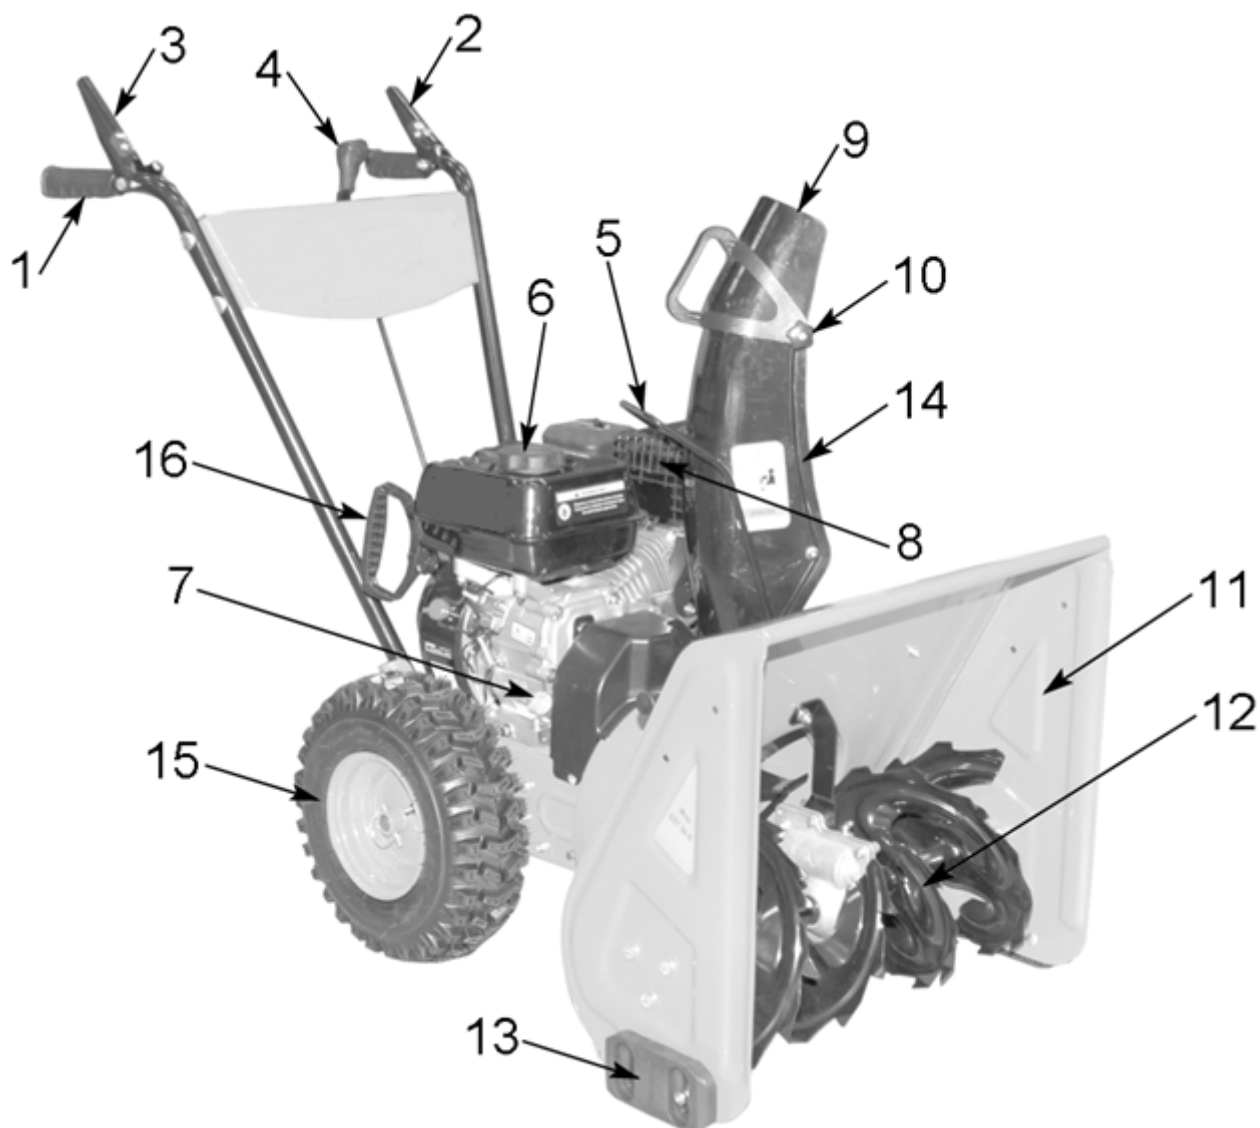

Рис. 1
- Снегоуборщик вращением лопастей шнека (12) (См. Рис.1) убирает снежный покров с ровных площадей, и через снегоотвод (14) выбрасывает его в выбранную сторону.
- Шнек (12) (См. Рис.1) - винтовой механизм в виде стержня с наклонными лопастями, приводимый в действие двигателем. Шнек захватывает, и транспортирует снежную массу внутрь снегоуборщика на вращающуюся
- Снегозаборник (11)(См. Рис.1) служит для захвата снега и направления его потока в рабочую зону снегоборщика (на шнек).
Рычаг привода колес (2)(См. Рис.1)
- При нажатии рычага привода колес (2), включается система привода, и снегоборщик начинает движение.
- При отпуске рычага привода колес (2), привод отключается, и снегоборщик прекращает движение.
Рычаг привода шнека (3)(См. Рис.1)
- При нажатии рычага привода шнека (3), включается система привода, и лопасти шнека (12)(См. Рис.1) начинают вращение.
Рычаг переключения скоростей (4)(См. Рис.1)
- Для изменения скорости и направления движения: остановите снегоборщик и вращение шнека, переведите рычаг (4)(См. Рис.1) в соответствующее выбранному режиму движения положение.
- Установите желоб снегоотвода (14)(См. Рис.1) на выпускной канал импеллера.
- Установить в отверстие на рычаге управления (2; 3)(См. Рис.1) верхний Z-образный конец троса (22)(См. Рис.5).
- Установите/замените ограничительные башмаки (13)(См. Рис.1; 7) с каждой стороны снегозаборника.
- Рычаги приводов колес и шнека (2) и (3) должны прижиматься к рукояткам руля управления (1)(См. Рис.1) без чрезмерных усилий.
- Проверьте работу рычагов (2) и (3)(См. Рис.1) привода колес и шнека.
- Рычаги (2) и (3) привода колес и шнека должны полностью прижиматься к рукоятке управления. Если этого не происходит, значит, тросики перетянуты, и их необходимо ослабить.